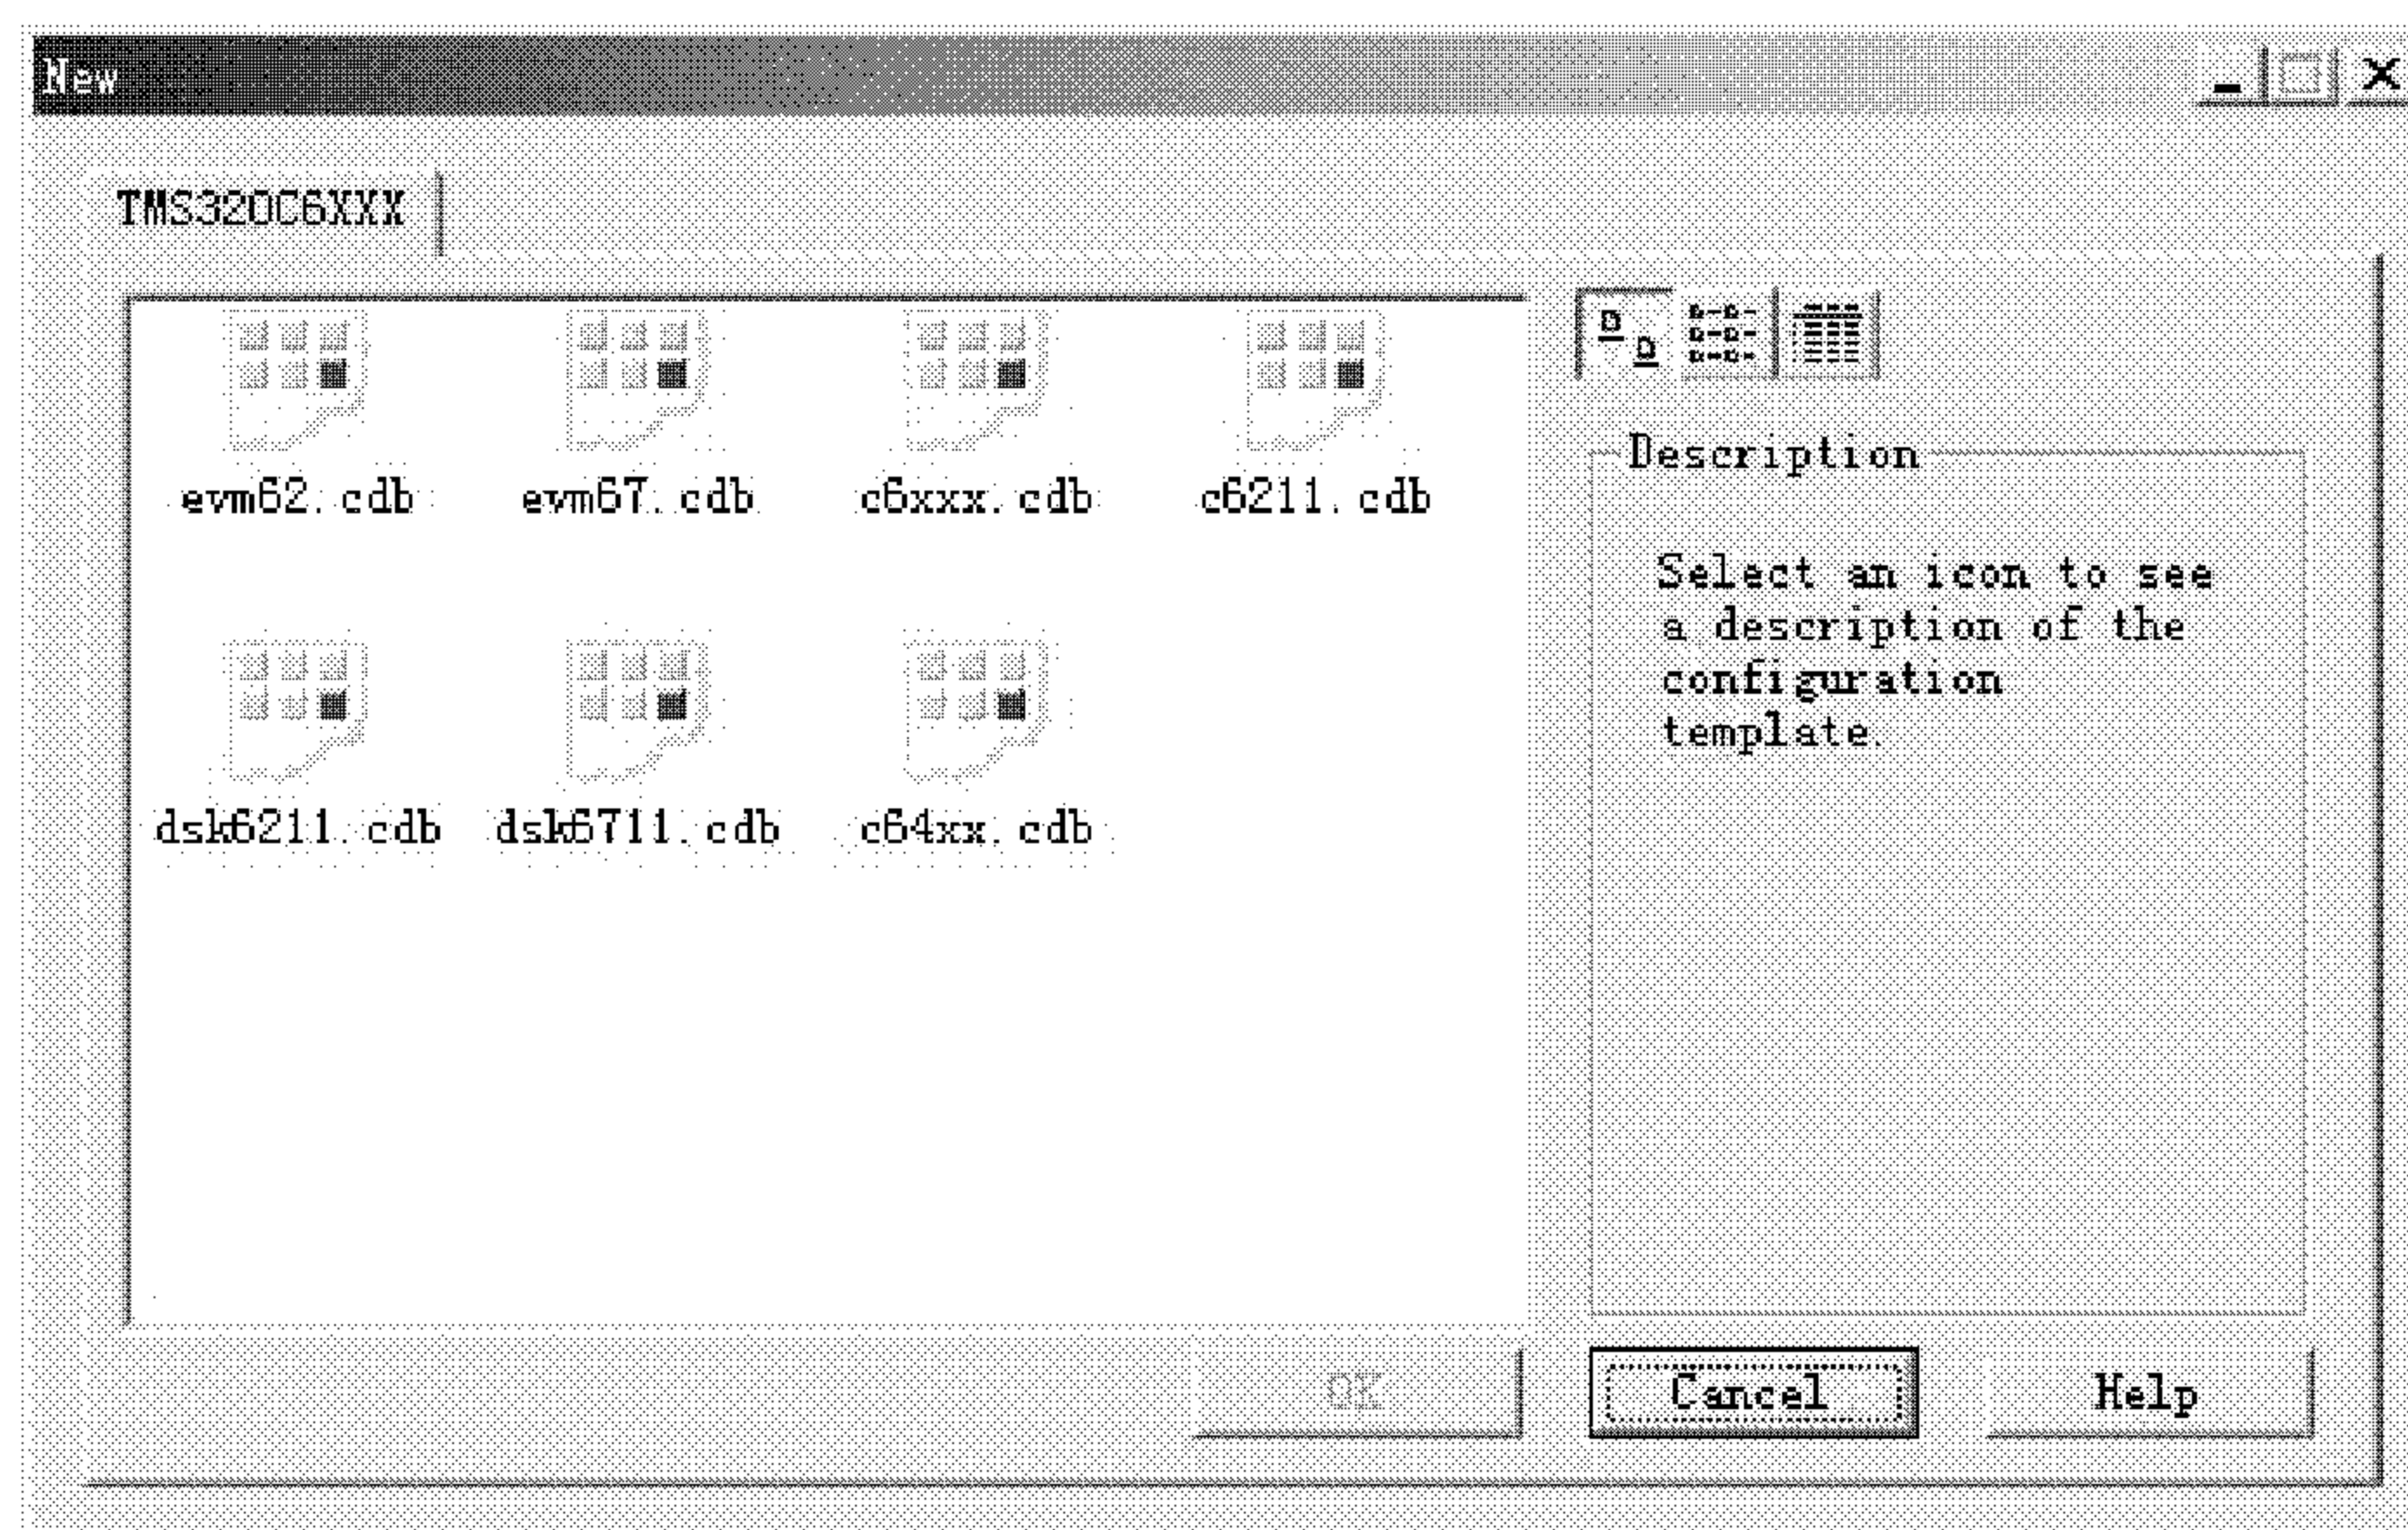

图 3.35 DSP/BIOS 配置模板窗
(1) 在 CCS IDE 界面下, 选择 File → New → DSP/BIOS Configuration, 打开 DSP/BIOS 配置模板窗, 如图 3.35 所示。在此模板窗中选择指定的模板。